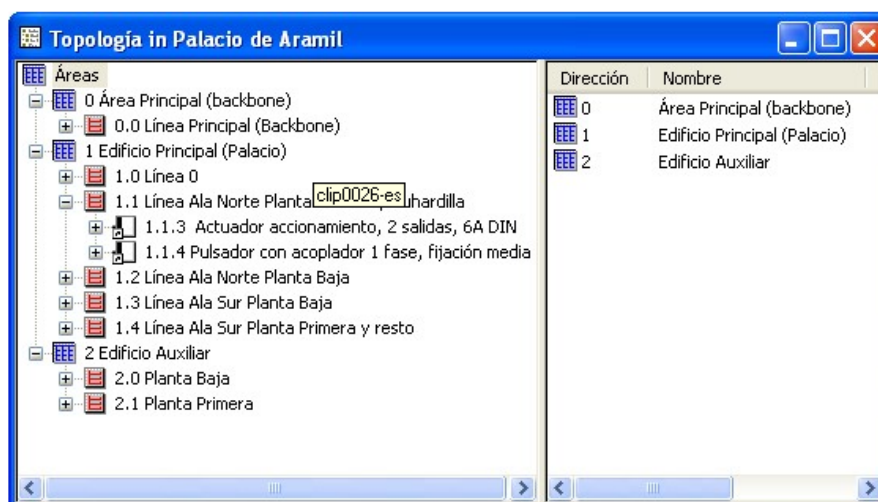

Figura 3.5. Vista de Topología de ETS
- **Topología:** En la *Vista de Topología*, los datos del proyecto son representados según la topología del bus (áreas y líneas). La estructura de la topología normalmente se genera de forma automática cuando se asignan a los aparatos sus direcciones físicas en otras partes del ETS 3. En función de las direcciones asignadas, van apareciendo en la vista de topología las áreas y las líneas principales. Cuando no se ha asignado la dirección física a un aparato, podemos construir explícitamente la estructura de áreas y líneas deseada y usar la vista de topología como medio de asignación de direcciones físicas fácil y rápido (utilizando *Drag & Drop*). Asimismo, resulta posible construir desde el principio un proyecto en esta ventana en lugar de en la vista de edificios. Esto se hace utilizando la *inserción de áreas*, la *inserción de líneas* y la *inserción de aparatos en la vista de topología*. La apariencia clásica de este tipo de vista se ve en la Figura 3.5.